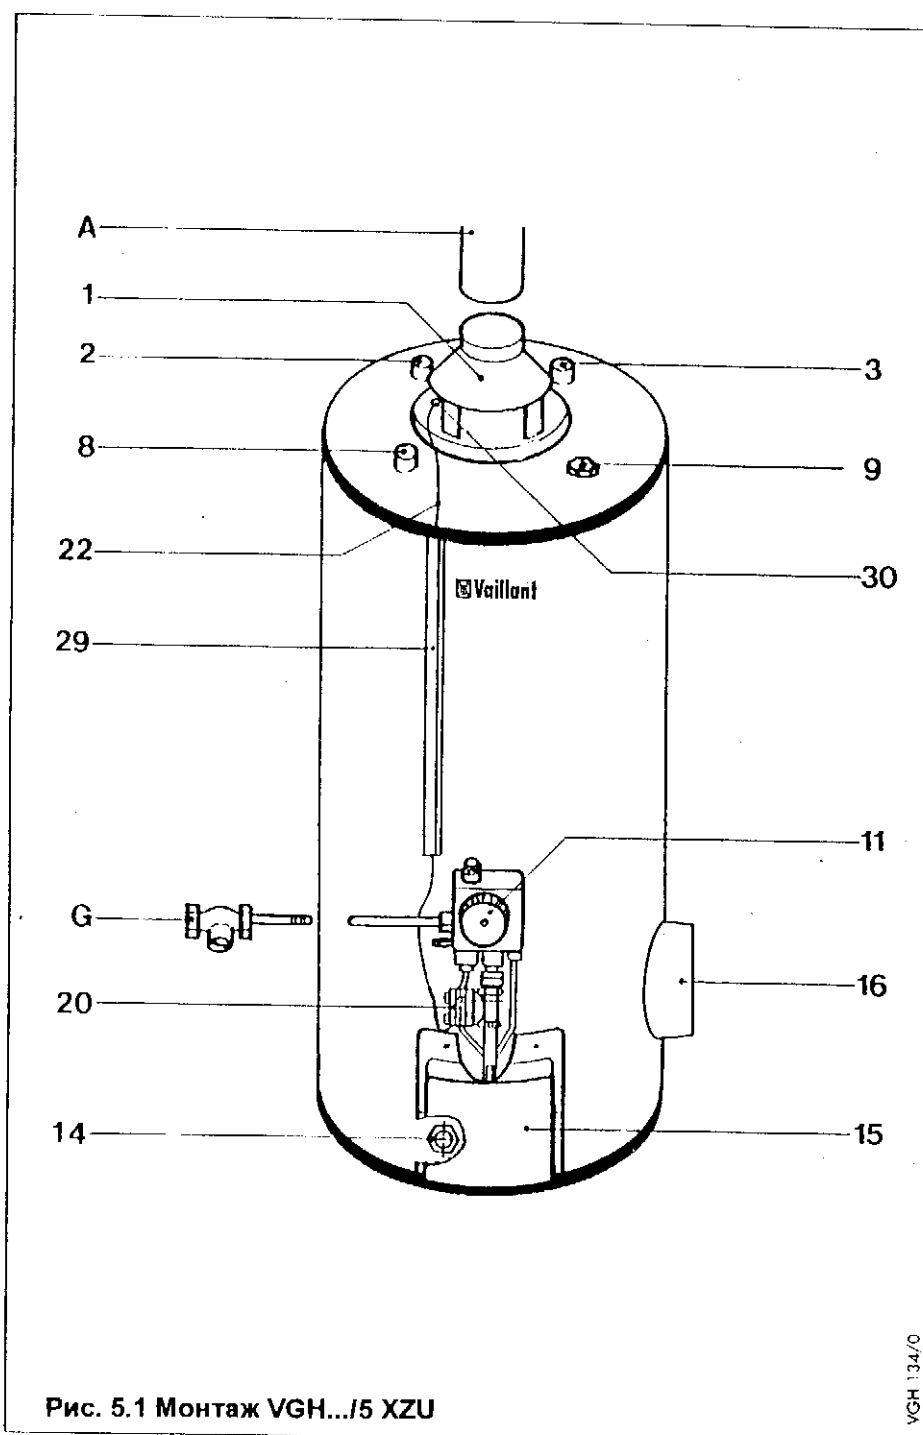

Рис. 5.1 Монтаж VGH.../5 XZU
С правой стороны находится фланец для очистки (16, рис. 5.1, стр.12), после его открытия становится доступным внутренний бак.
Водонагреватели VGH.../5 XZU оснащены чувствительным элементом продуктов сгорания (30, рис. 5.1, стр.12). При ненадлежащем отводе продуктов сгорания сенсор автоматически отключает прибор, если продукты сгорания будут поступать в помещение, где он установлен.
Закрепить ограничитель температуры (20) вместе с зажимом на соединительной трубке под многофункциональным регулятором (11) согласно рис. 5.1.
Расположение патрубков для подвода воды видно из рис. 5.1. Можно использовать стальные или медные трубы R $3/4$. Пластмассовые трубы из искусственного материала допустимы только для подведения холодной воды до группы предохранителей.
Пояснения к рис. 5.1
- а) Установить защитный кожух (15, рис. 5.1, стр. 12)
- б) Открыть газовую соединительную арматуру (G, рис. 5.1, стр.12)
- б) Нажать **ручку управления (17)** и держать нажатой в положении "зажигание" —*.
- в) **Пьезоэлектрическое запальное оустройство (12)** коротко нажать вниз несколько раз подряд – преодолевая ощутимое сопротивление – так что послышится звук щелчка, пока не загорится запальное пламя, его видно через левое отверстие защитного кожуха (15, рис. 5.1, стр. 12). Ручку управления (17) держать нажатой еще 10 секунд.
- д) При **горящем запальном пламени** повернуть ручку управления (17) мимо отметки  в положение , затем ручку управления (17) отпустить и она сама останется в положении . Главная горелка начала работу. Во время разжигания главной горелки следует находиться на достаточном расстоянии от отверстия защитного кожуха (15, рис. 5.1, стр. 12), на пламя не смотреть.